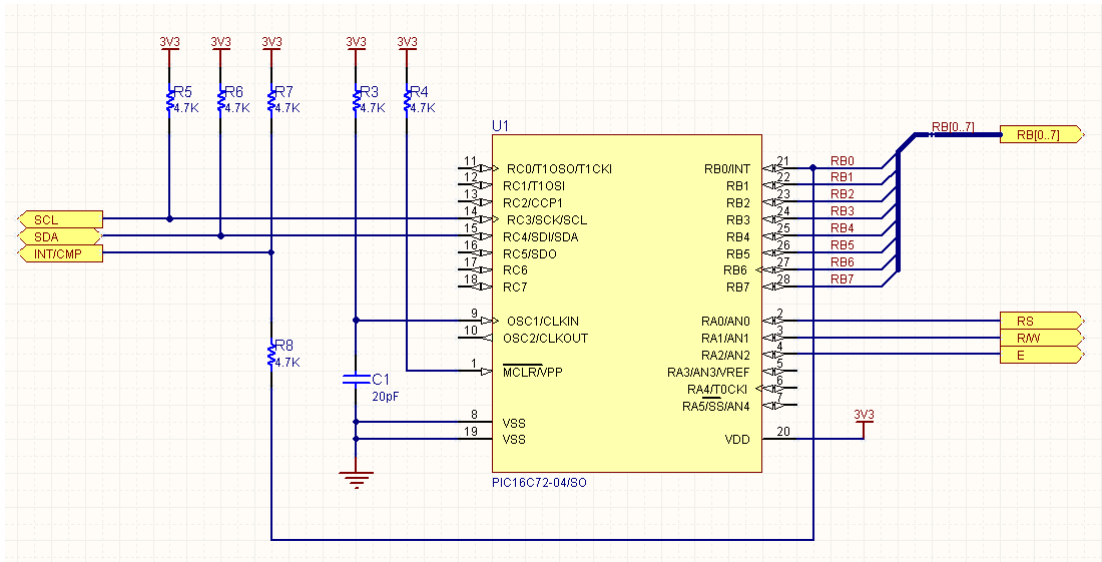

图 49：微型控制器原理图实例
6. 绘制原理图如图49。当放置元件时，按“TAB”键定义元件标号和注释（元件的值）。